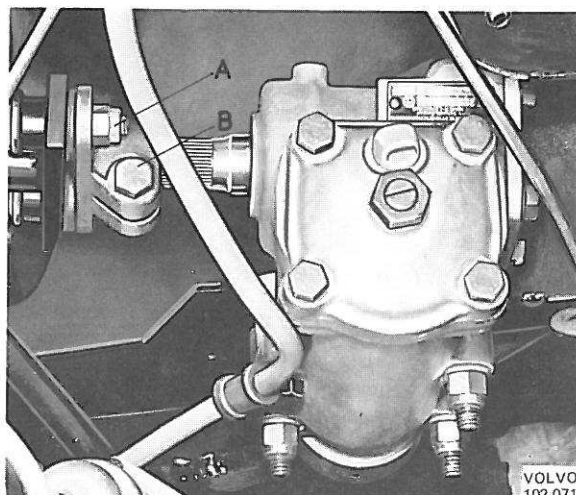

Figure 73. Boîtier de direction en place
2. Enlever la vis, (B, figure 73) à l'accouplement inférieur. Enlever les écrous (A) et pousser la partie inférieure de l'accouplement au maximum vers le bas sur la vis sans fin de direction.